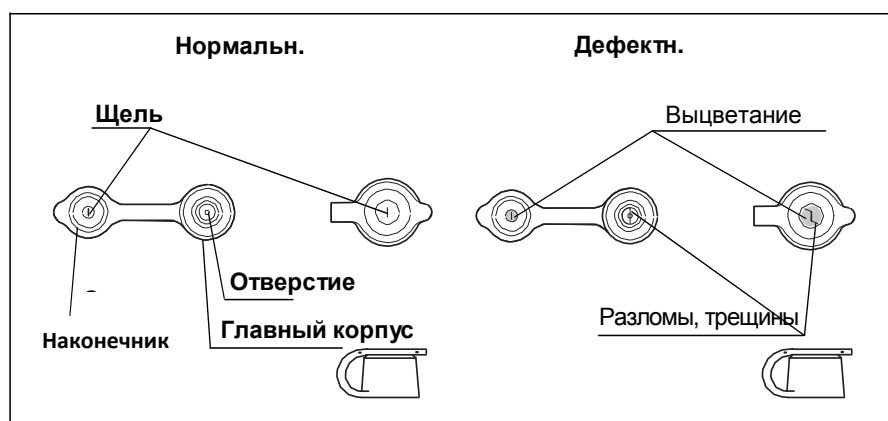

Рис. 3.8
1. Убедитесь, что щель и отверстие на клапанах биопсии не имеют трещин, разломов, деформации, не обесцвечены, не имеют иных дефектов (см.Рис. 3.8).